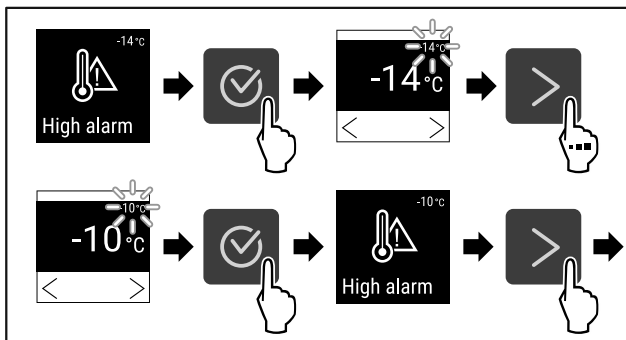

Fig. 99
- ▶ Wykonać czynności (patrz Fig. 99) .